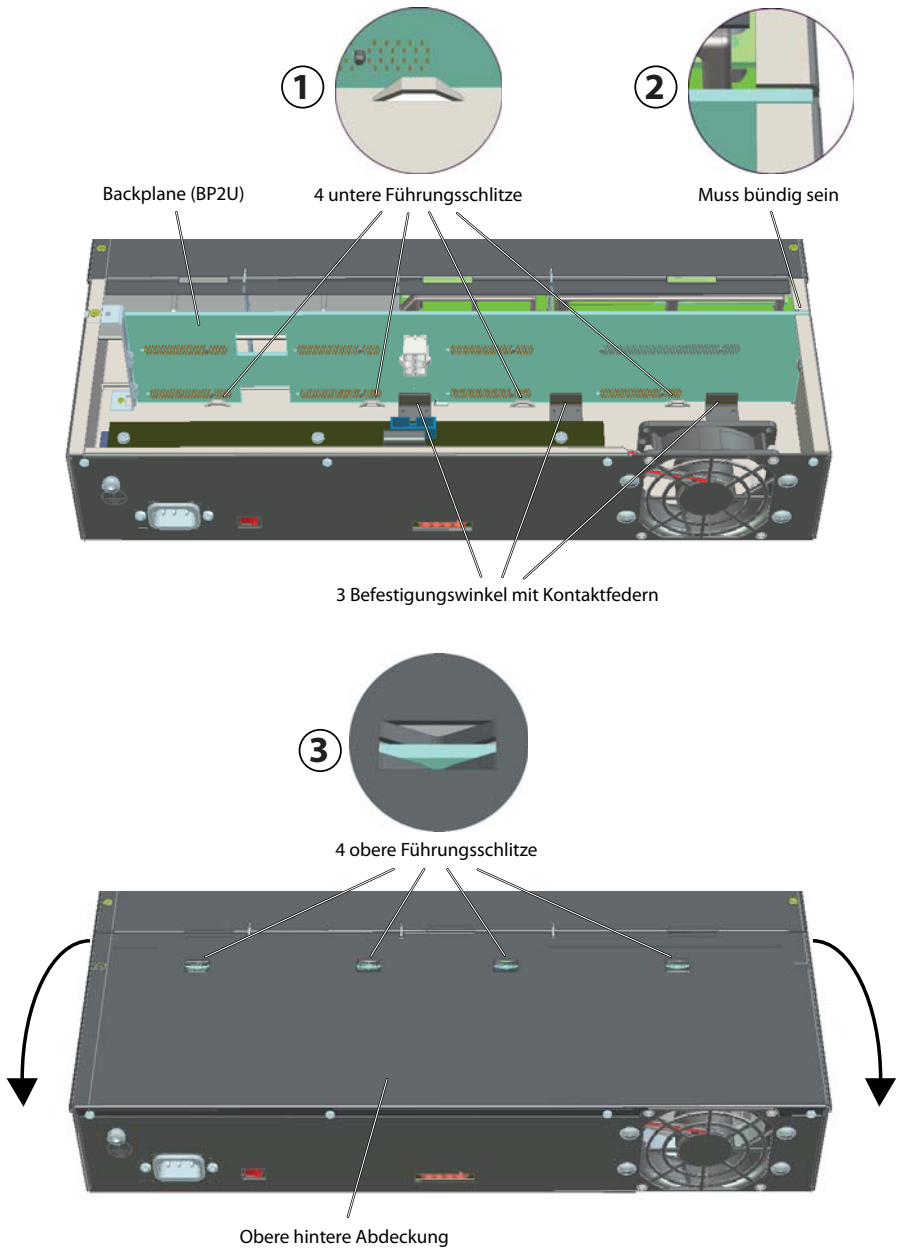

Fig. 20 Korrekter Sitz der Backplane BP2U
6. Montieren Sie die obere, hintere Gehäuseabdeckung. Beachten Sie dabei unbedingt die Hinweise zum korrekten Sitz der Backplane BP2U auf Seite 106 und die dazugehörige Grafik (Fig. 20).
- Kontrollieren Sie den richtigen Sitz der Backplane in den 4 unteren Führungsschlitzen. In jedem Fall müssen Sie die Backplane leicht nach unten drücken, da die Kontaktfedern einen gewissen Gegendruck hinter den Befestigungswinkeln erzeugen (siehe ① in Fig. 20).
- Prüfen Sie, ob die Backplane nicht aus dem Gehäuseoberteil herausragt (siehe ② in Fig. 20).
- Achten Sie beim Schließen der oberen hinteren Abdeckung, dass die Backplane korrekt in den 4 oberen Führungsschlitzen sitzt. Der Deckel sollte sich spannungsfrei und ohne Biegen schließen lassen (siehe ③ in Fig. 20).